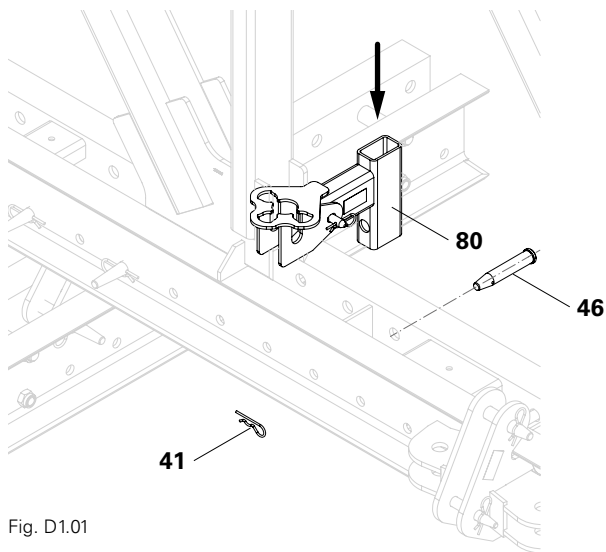
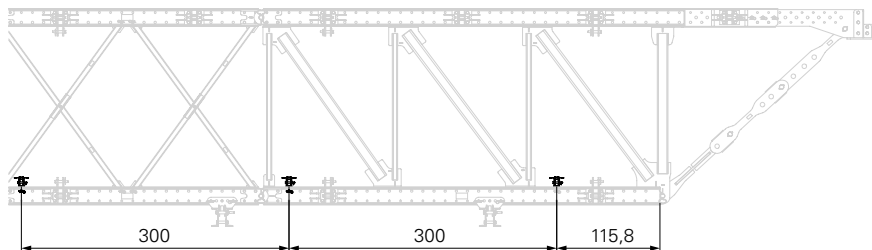

Fig. D1.01
Fig. D1.02
1. Inserire l'attacco UP-VRB (80) alla distanza di 115,8 cm tra i due correnti del corrente inferiore. (Fig. D1.01)
2. Inserire il perno (46) e assicurarlo con l'inserto a molla (41).
3. Montare gli attacchi successivi (80) a distanza di 300 cm. (Fig. D1.02)